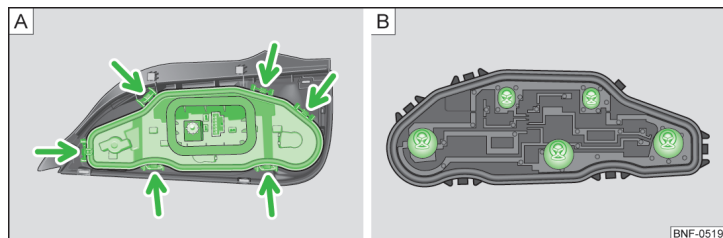

Fig. 136 Udskiftning af pærer
- Frigør pæreholderen » Fig. 136 - [A], og tag holderen ud af lygten.